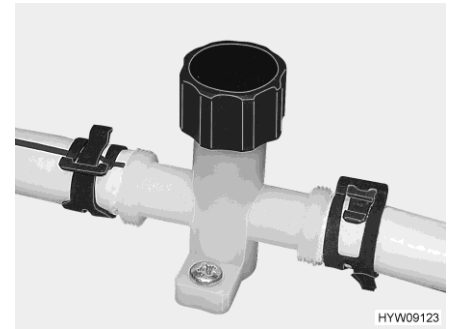

Fig. 167 Rubinetto di scarico (tubatura dell'acqua)
- Chiudere i rubinetti di scarico. A tal fine, ruotare in senso orario il coperchio del rubinetto di scarico (Fig. 167).